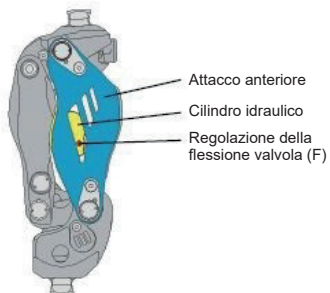
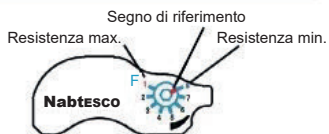

Fig. 11 Posizione della valvola di regolazione della flessione
Fig. 12 Scala graduata della valvola di regolazione della flessione
Come mostrato nella Fig. 11, la valvola di regolazione della flessione (F) si trova a destra se vista dall'utente. Come mostrato nella Fig. 12, la scala è graduata da "1" a "8", dove "1" corrisponde alla resistenza idraulica più alta e "8" corrisponde a quella più bassa.